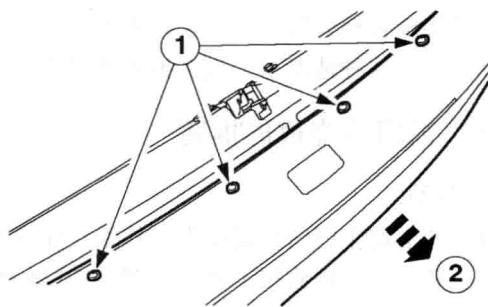

图 1-17 取下后保险杠
(7) 取下后保险杠，如图 1-17 所示。
① 取下螺钉。
② 取下后保险杠。